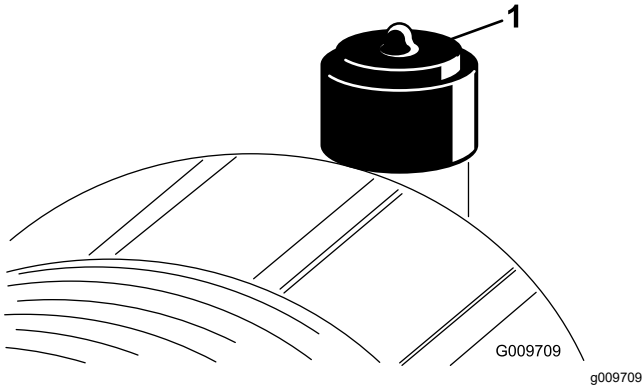

图 48
仅在维护指示器图 48 要求时维护空气滤清器滤芯。在必须更换之前更换空气滤清器只会增加灰尘在滤清器拆下时进入发动机的几率。
6. 如果指示灯显示为红色请重设 (图 48)。